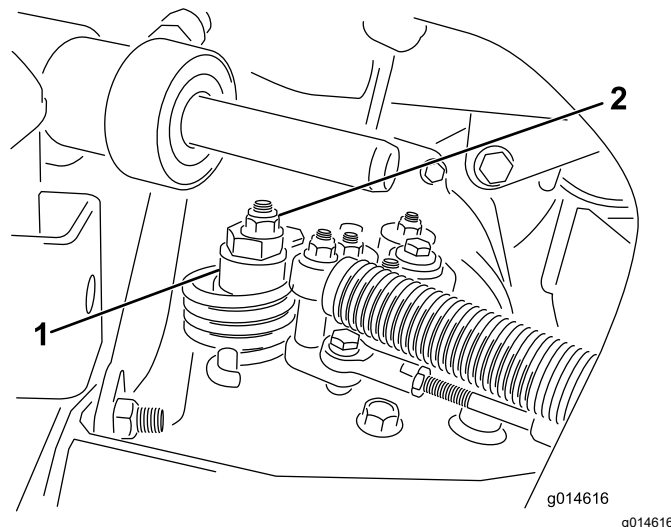

Figura 43
- A. Liberte a porca que fixa o disco excêntrico ao cima do hidróstato (**Figura 43**).
- C. Rode o disco excêntrico até eliminar a deslocação em qualquer um dos sentidos. Quando a roda deixar de rodar, aperte a porca, bloqueando deste modo o disco excêntrico e fixando a posição de ajuste (**Figura 43**). Verifique se o ajuste é o adequado colocando o acelerador nas posições LENTO e RÁPIDO.